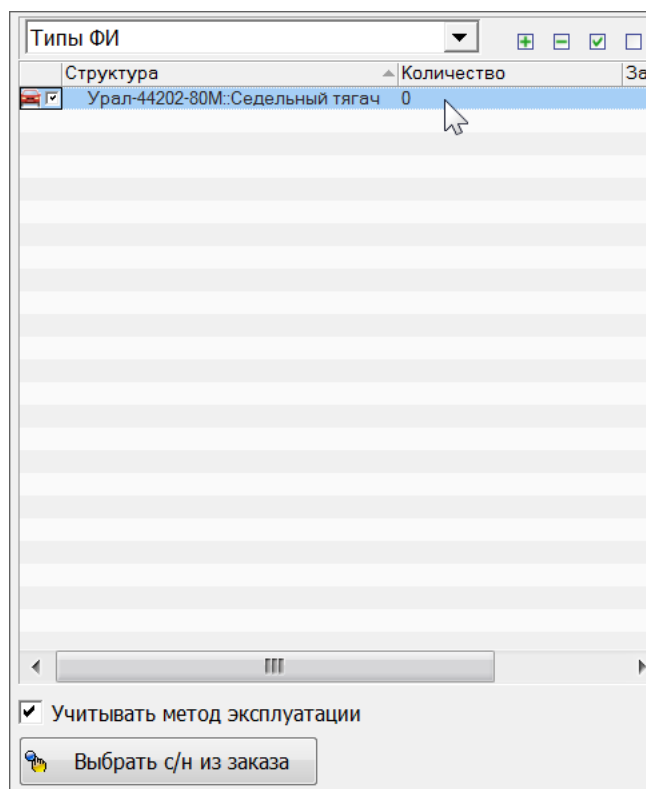

Рис. 16-22 – Серийные номера для типа ФИ
- выбрать тип ФИ в списке и нажать кнопку «Выбрать с/н из заказа» (рис. 16-22); откроется диалоговое окно «Список заказов». Работа с этим окном описана в подпункте 13.1.3.2.1 «Создание новой конфигурации» на стр. 448.